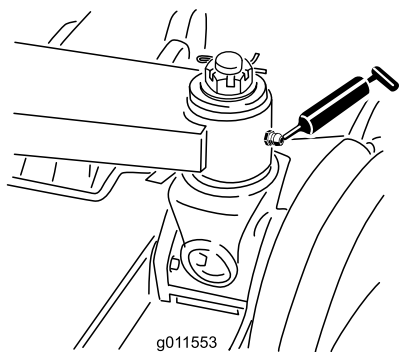

Bild 73
- Sechs Haupt-Hubarmbüchsen (Bild 72 und Bild 73)